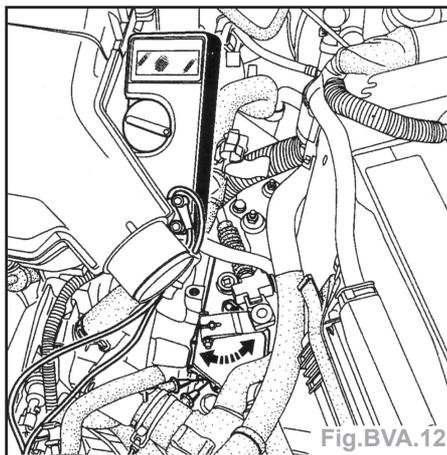

Fig.BVA.12
- Effectuer une rotation manuelle du contacteur multifonction jusqu'à fermeture du contact électrique de réglage (résistance aux bornes du contact = 0 Ω). (Fig. BVA.12).